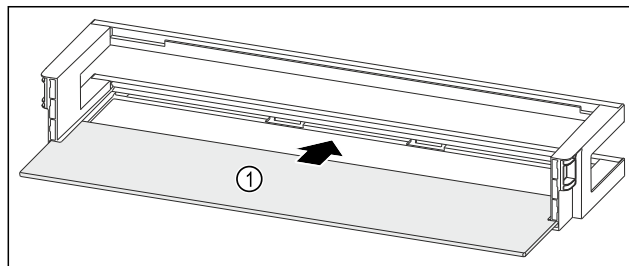

Fig. 117 Dveřní přihrádka s odkládací plochou
- ▶ Odkládací plochu Fig. 117 (1) zasuněte do bočních vybrání.